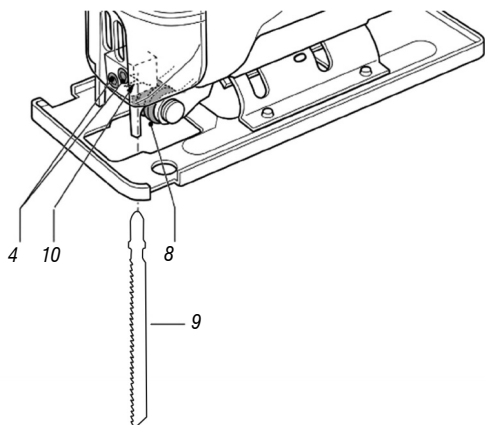

Fig. 2 – Instalación y retirada de la lámina
apretar el tornillo de fijación de la lámina. Al insertar la lámina, tenga en cuenta que la parte posterior de la lámina debe encajar en la ranura de la polea guía (8), fig. 2.